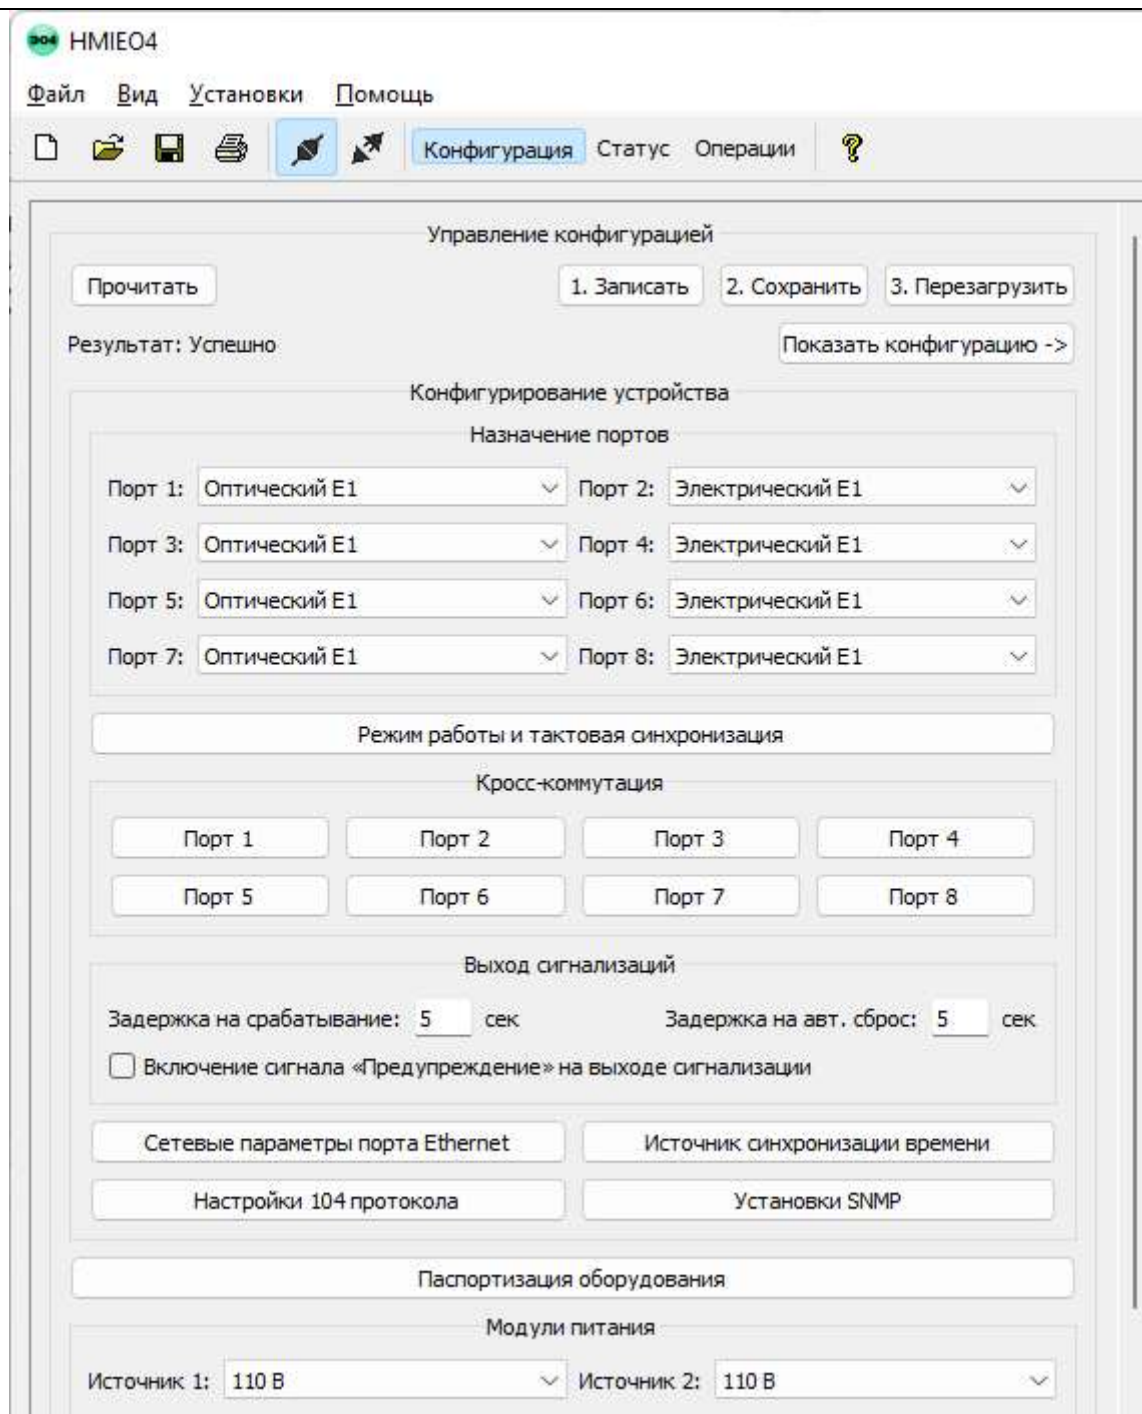

Рис. 7 Вид «Конфигурация»
- При выборе работы с подключением в окне «Добро пожаловать», после подключения вы также окажетесь на странице вида «Конфигурация» (Рис. 7).